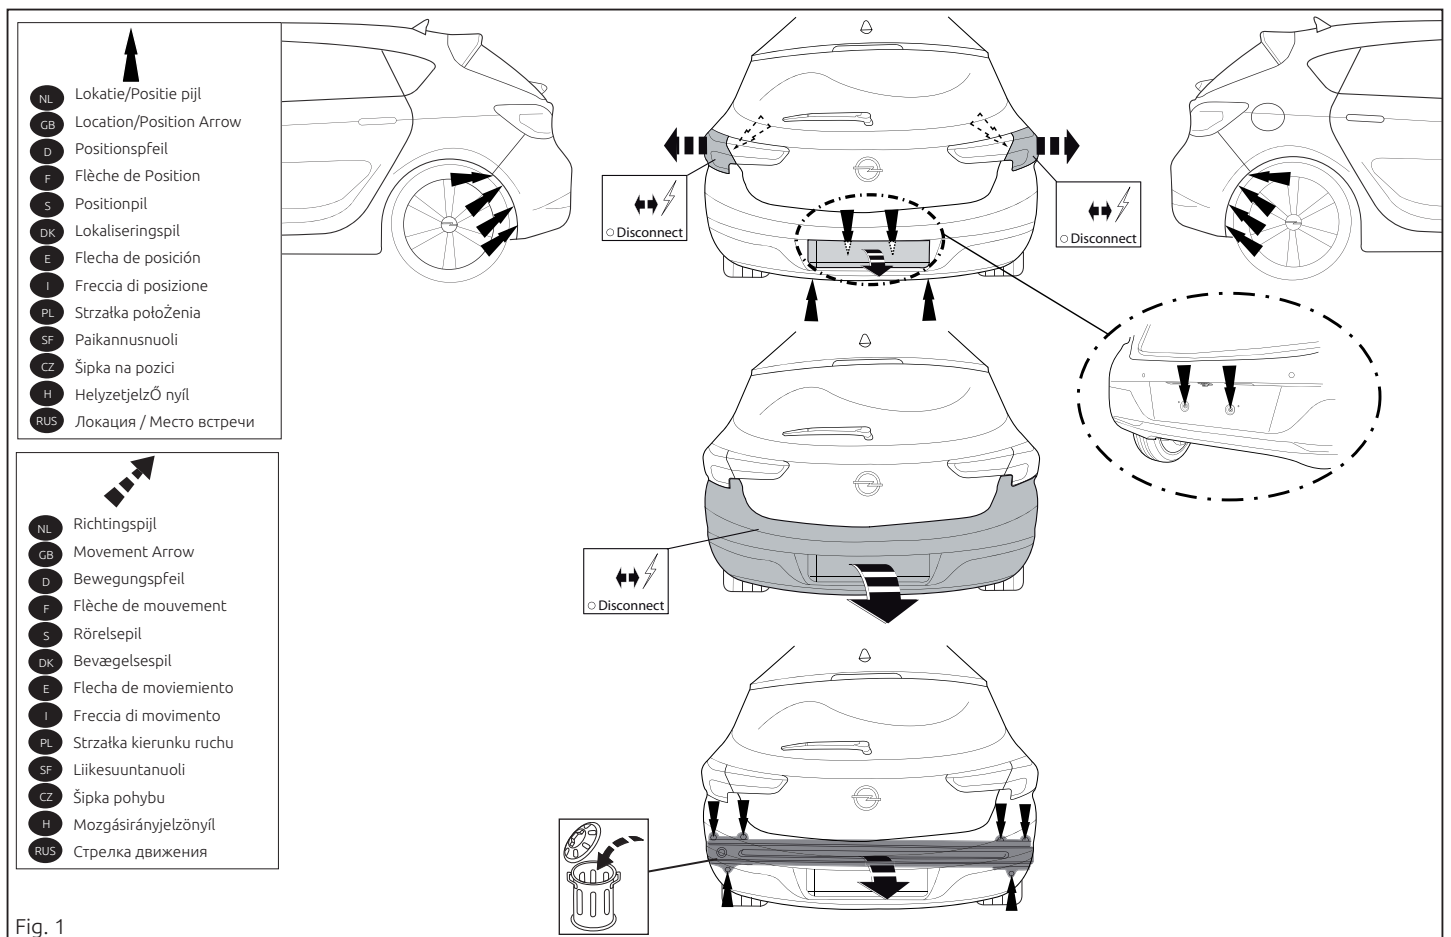

Fig. 1
1. Die Rücklichter abmontieren. Die Stoßstange einschließlich des stählernen Stoßbalkens vom Fahrzeug abmontieren. Der Stoßbalken wird nicht mehr benötigt. Siehe Abbildung 1.
1. Démontez les feux arrière. Déposer le pare-chocs du véhicule y compris la traverse en acier ; la traverse ne sera plus utilisée. Voir la figure 1.
1. Demonter baglysenhederne. Demonter kofangeren, inklusive køretøjets stålstødbjælke. Stålstødbjælken skal ikke længere anvendes. Se fig. 1.